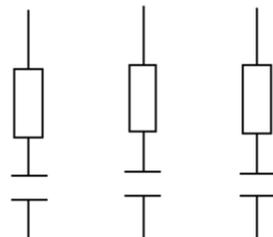

图 11-91 摆放图形符号
(2) 平移元器件符号。单击“修改”工具栏中的“移动”按钮，在“对象捕捉”绘图方式下，将各个元器件符号摆放到适当的位置，结果如图 11-91 所示。